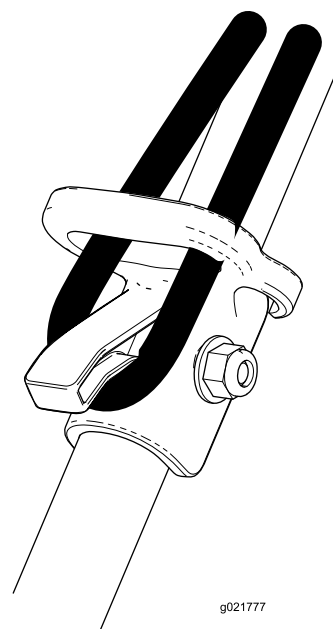

Рисунок 9
**Примечание:** Чтобы предотвратить отсоединение удлинительного шнура во время работы, используйте фиксатор шнура на верхней ручке, прежде чем подсоединять шнур к машине (Рисунок 9).